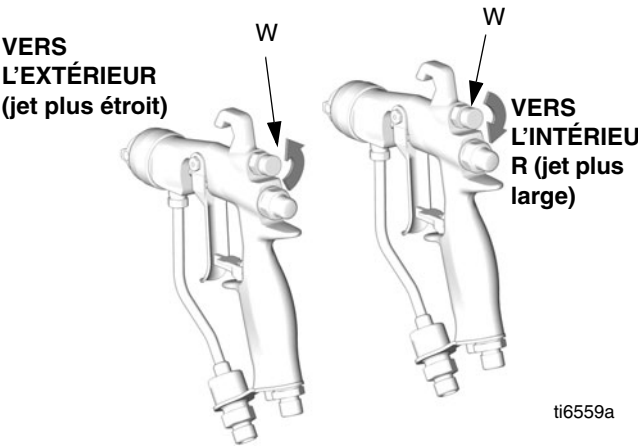

FIG. 6. Réglage du jet d'air
6. Consultez la FIG. 6. Fermez l'air de réglage du jet en tournant le bouton (W) à fond dans le sens des aiguilles d'une montre. Le pistolet est réglé sur le jet le plus large.
Consultez la FIG. 6. Pour un jet plus étroit, tournez le bouton de la vanne de réglage du jet (W) dans le sens inverse des aiguilles d'une montre. Si le jet n'est pas encore assez étroit, augmentez légèrement la pression d'air au pistolet ou utilisez une buse de taille différente.